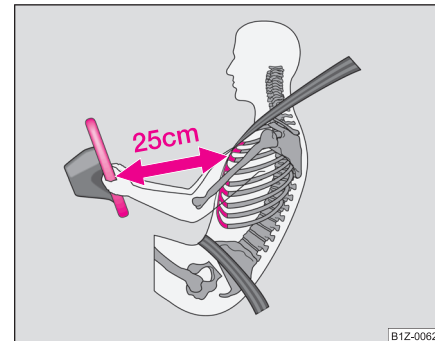

Abb. 128 Sicherer Abstand vom Lenkrad ▶
- Für den Fahrer und Beifahrer ist es wichtig, einen Abstand von mindestens 25 cm vom Lenkrad bzw. von der Schalttafel einzuhalten ⇒ Seite 161, Abb. 128. Wenn Sie den Mindestabstand nicht einhalten, kann Sie das Airbag-System nicht schützen - Lebensgefahr! Außerdem müssen die Vordersitze und die Kopfstützen immer der Körpergröße entsprechend richtig eingestellt sein.